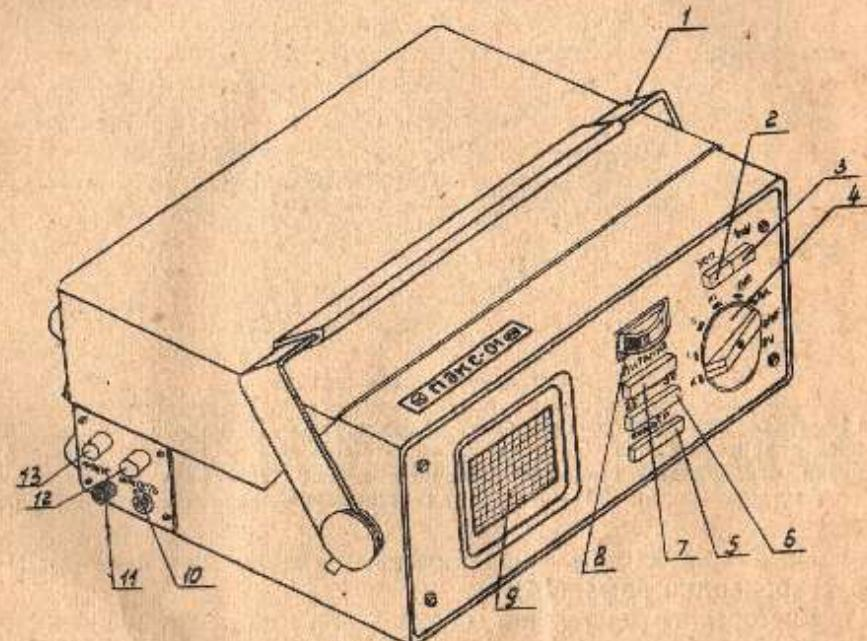

Рис. 1. Внешний вид прибора
На лицевой панели прибора (рис. 1) расположены: кнопка успокоения (2) и калибровки (3), ручка переключателя отведений (4), кнопка включения фильтра (5), кнопки скоростей развертки (6) и питания прибора (7), индикатор (8), экран электроннолучевой трубы (9).
На лицевой боковой стенке прибора (рис. 1) расположены: тумблер для включения скорости развертки 12,5 мм/с (10), клемма для заземления (11), ручки регулирования яркости (12) и фокуса луча (13).